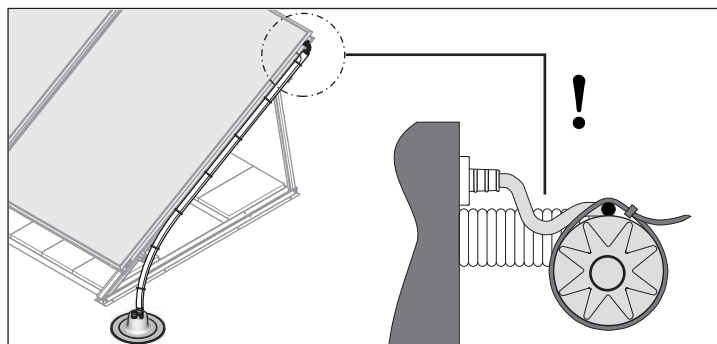

Figura 3-37 Paso de trabajo 3
3. Tender el cable de silicona del sensor de temperatura del colector hasta la canaleta (con arco escurridor) y fijarlo con abrazaderas al conductor de conexión de impulsión (figura 3-37).
- A la hora de tender el cableado, asegurarse de que no entre agua de lluvia en el punto en que se encaja el sensor (con arco escurridor tendido véase figura 3-37).